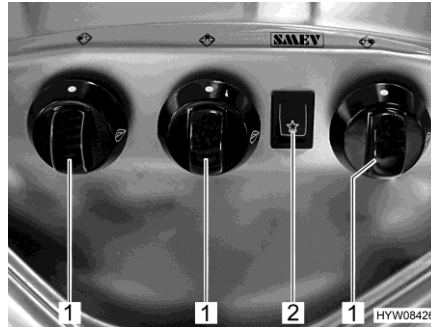

Bild 197 Reglage, knappar (gasspis)
- Vrid vridregulatorn (Bild 197,1) till önskad låga till tändningsläge (stor låga).
- Tryck på vippkontakten (Bild 197,2). Nu bildas tändgnistor vid brännaren.